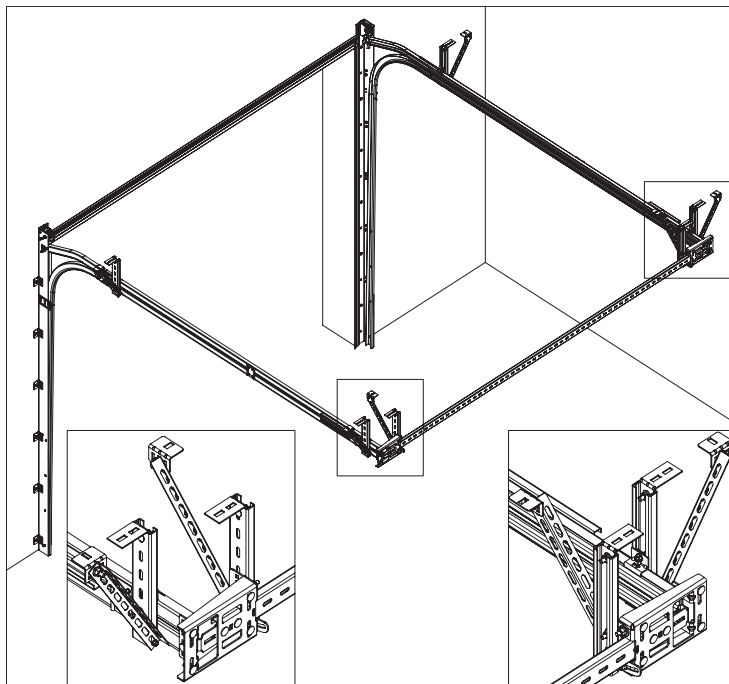
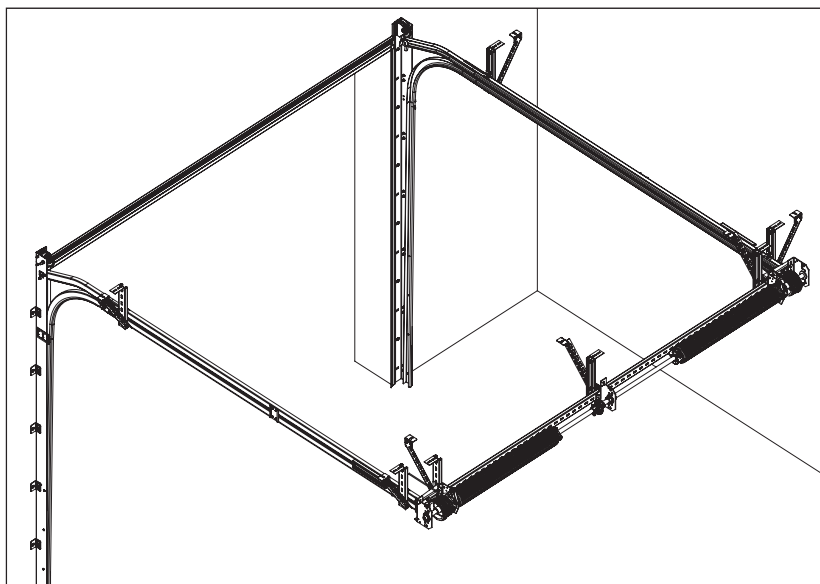

Рис. 19.
Рис. 26
Подвесы, закрепляемые к задней перемычке, устанавливаются рядом с боковыми кронштейнами (рис.19). Дополнительные подвесы устанавливаются рядом с промежуточными кронштейнами (рис.26) при монтаже валов.
- Монтаж валов (рис.26) производится в следующей последовательности: